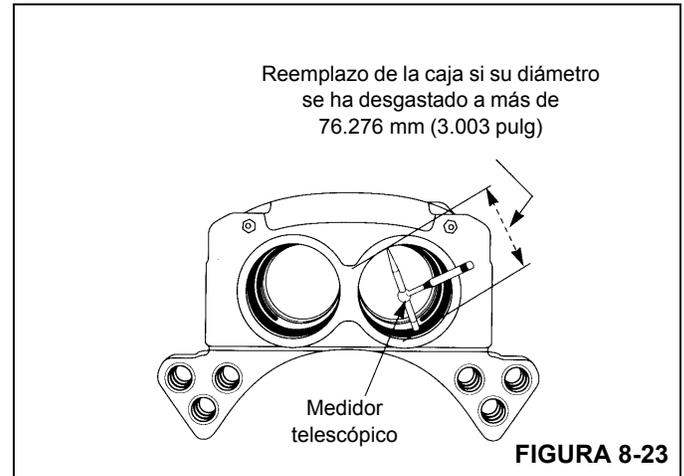

FIGURA 8-23
3. Mida el diámetro de la cavidad de la caja. Reemplace la caja si su diámetro se ha desgastado a más de 3.003 pulg (76.276 mm) . Consulte Figura 8-23.